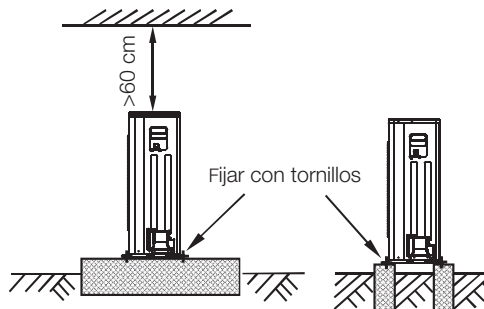

Fig. 10-6
- Elaborar una base de concreto de acuerdo a las especificaciones de las unidades exteriores (ver Fig. 10-6).
- Ajustar firmemente el pie de esta unidad con tornillos para evitar que la misma colapse en caso de terremotos o fuertes vientos (ver Fig. 10-6).